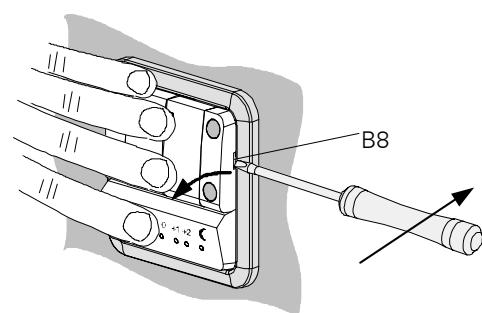

Bild 4: Herausdrücken der Tasterwippen
- Bei Verwendung der Befestigungsschrauben (B6) zu- erst die Tasterwippen (B5) gemeinsam herausdrü- cken. Schraubendreher zwischen den Rahmen in die Aussparung (B8) in der Tasterwippe (B5) stecken und die Tasterwippen herausheben (Bild 4). Wichtig dabei: Das Tastermodul (B4), die Tasterwippen (B5) plus Rahmen (B2) festhalten / an- drücken.